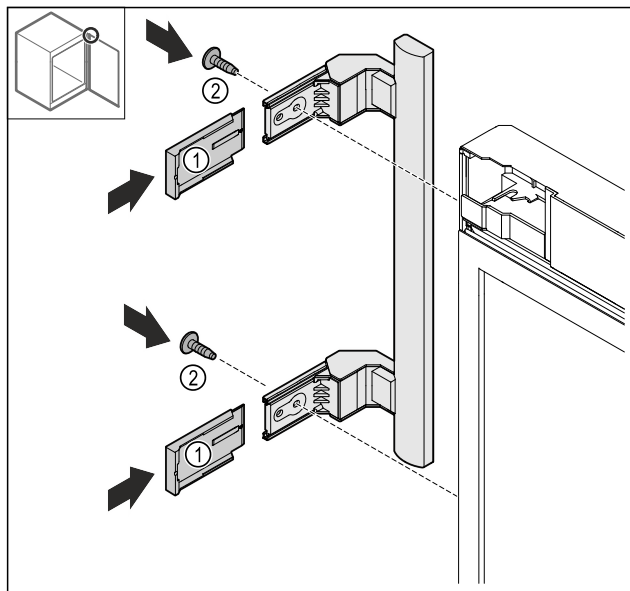

Fig. 25
- Užmaukite dengiamąsias plokšteles Fig. 25 (1).